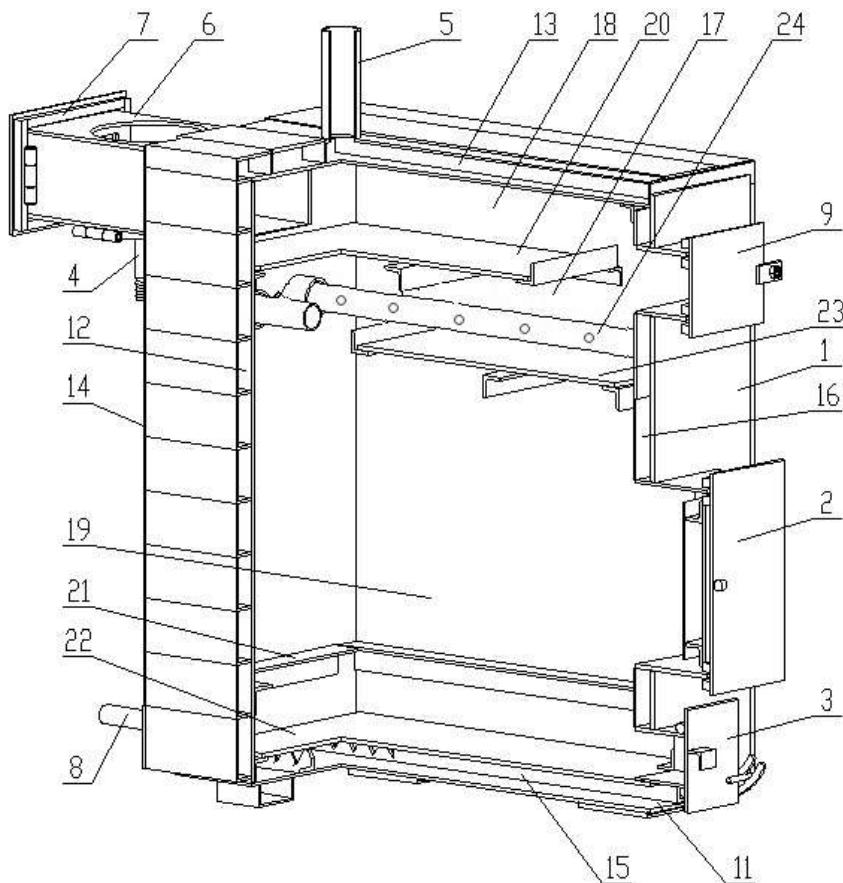

Рис. 0
Процесс газификации древесины (пиролиз) происходит в нижней камере котла (топке или загрузочном пространстве Рис. 0 №19) под действием жара и при ограниченном доступе воздуха. Возникающий древесный газ протекает через слой жара, попадает в камеру сгорания (Рис.0 №17), где смешивается со вторичным воздухом. Вторичный воздух подается через инжекционные горелки (Рис.0 №24), предварительно уже нагретый. Смесь воздух-газ сгорает в камере дожига, отдавая при этом образующееся тепло теплоносителю через теплообменные поверхности (Рис.0 №12,13,14).
- Установка капилляра давления производится в муфту датчика давления № 11 Рис. 0
- Установка капилляра температуры в отверстие под датчик температуры № 12 Рис.0